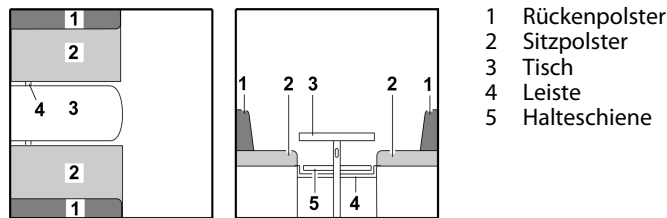

Bild 67 Vor dem Umbau
- Tisch (Bild 67,3) zum Bettunterbau umbauen (siehe Abschnitt 7.8).
- Leiste (Bild 67,4) einlegen oder zur Mitte ziehen. Die Leiste ist richtig positioniert, wenn sie die Tischplatte direkt hinter dem Tischfuß abstützt.